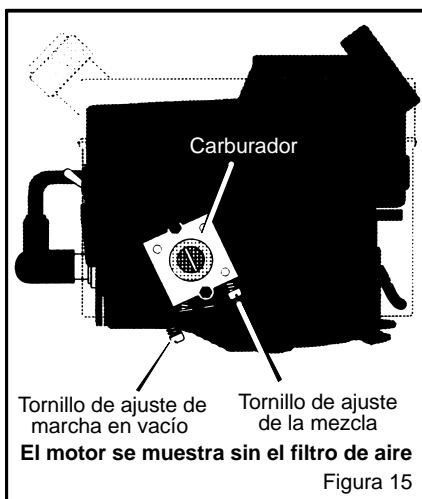

Figura 15
1. Gire el **tornillo de ajuste de la mezcla** hacia la derecha hasta que cierre (ver Figura 15).